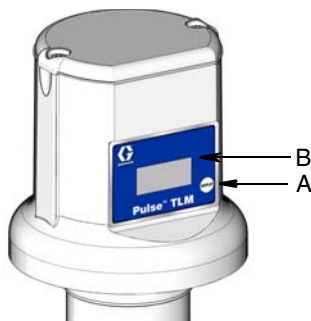

FIG. 2
- Tenere premuto il pulsante "Display" (A, FIG. 2) fino a quando sul display (B) non compare "REGISTER".